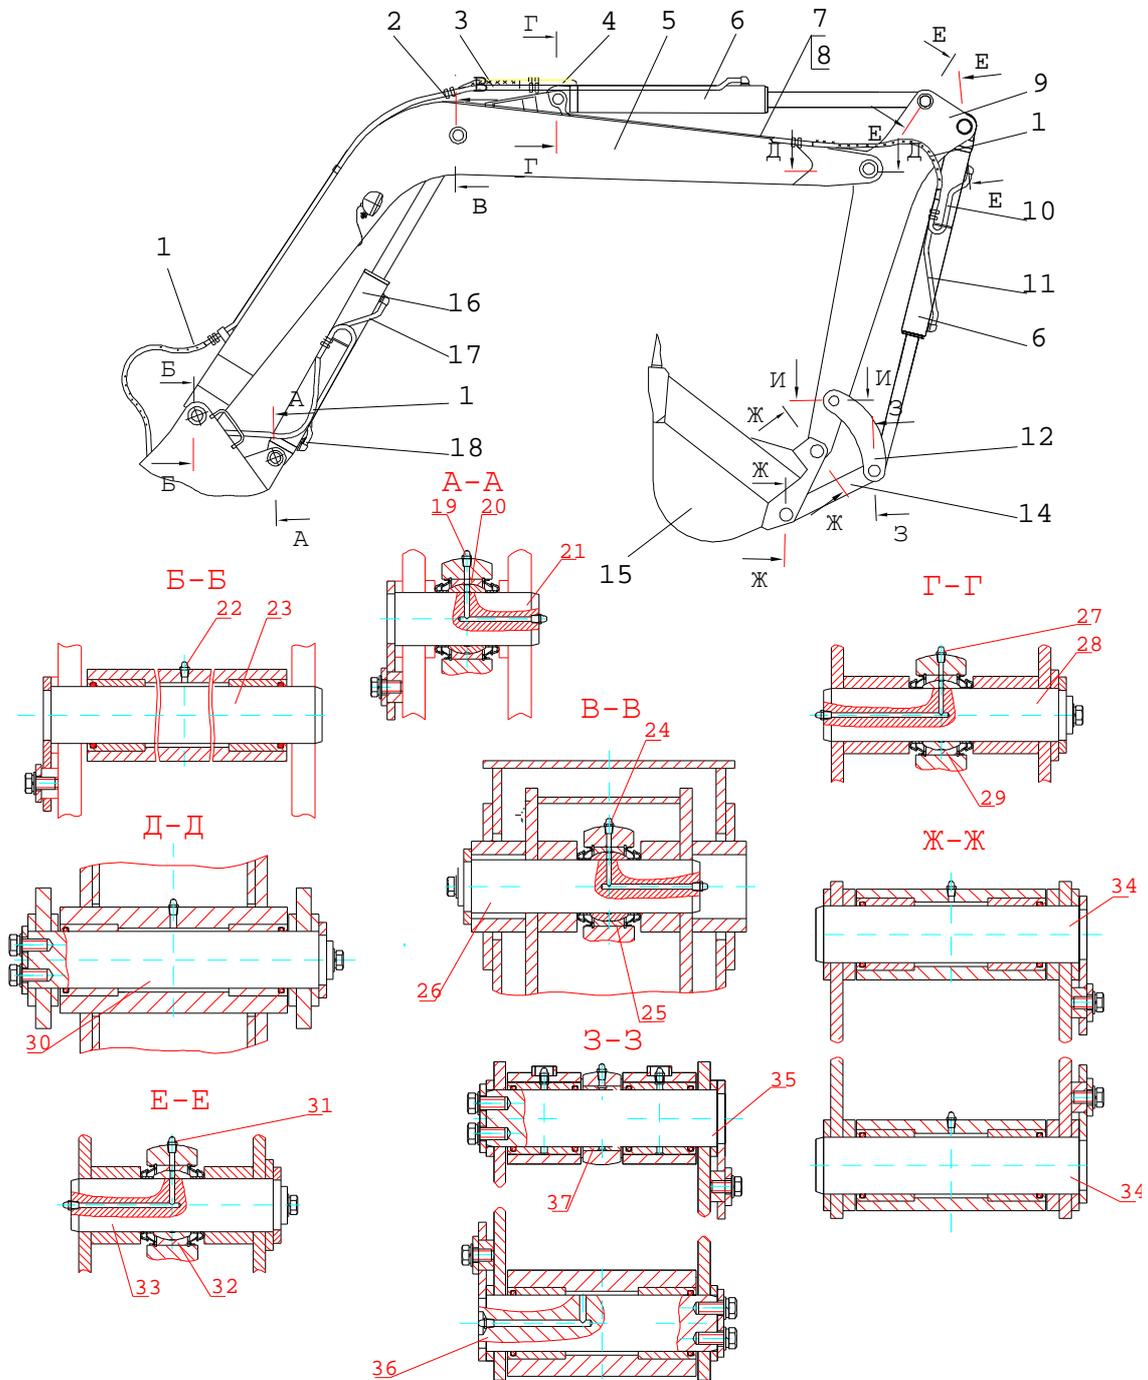

Рис. 25 Рабочее оборудование обратной лопата
3.1. ОБРАТНАЯ ЛОПАТА (РИС. 25)